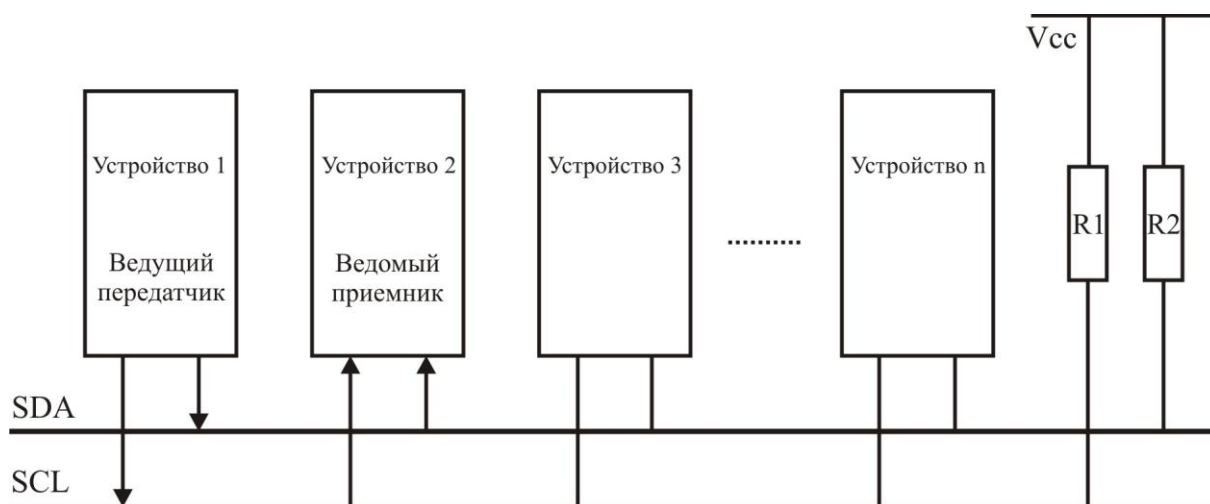

Рисунок 3.84 – Передача данных в режиме ведущего передатчика
В режиме ведущего передатчика (MT) байты данных передаются ведомому приемнику (SR) (смотри рисунок 3.84). Для ввода режима ведущего необходимо передать условие СТАРТ. Формат следующего адресного пакета определяет какой режим вводится: ведущий передатчик (MT) или ведущий приемник (MR). Если передается ВЕДОМЫЙ_АДР+ ЗАПИСЬ, то вводится режим MT (ведущий передатчик), а если В_АДР + ЧТЕНИЕ, то вводится режим MR (ведущий приемник). Все упоминаемые в этом разделе коды состояния в позиции бит предделителя имеют нулевые значения.